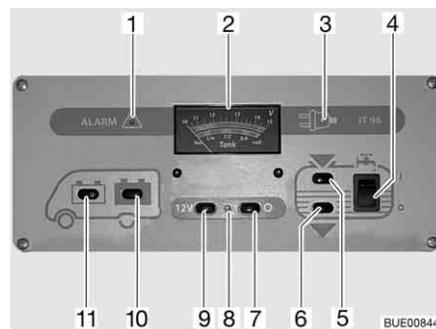

Fig. 161 Panel IT 96-2
El interruptor principal de 12 V (Fig. 161,7 y 9) conecta y desconecta el panel y la alimentación de 12 V del habitáculo.
**Conectar:** ■ Pulsar el interruptor (Fig. 161,9) "12 V": La alimentación de 12 V del habitáculo está conectada. La luz de control (Fig. 161,8) se enciende de color verde.
**Desconectar:** ■ Pulsar el interruptor (Fig. 161,7) "O": La alimentación de 12 V del habitáculo está desconectada. La luz de control (Fig. 161,8) se apaga.
Observar la escala superior del instrumento indicador V/depósito (Fig. 161,2). El instrumento indicador se ilumina automáticamente al accionar el interruptor.
- Pulsar el interruptor (Fig. 161,11) "": Indica la tensión de la batería del motor de arranque.
- Pulsar el interruptor (Fig. 161,10) "": Indica la tensión de la batería del habitáculo.
Observar la escala inferior del instrumento indicador V/depósito (Fig. 161,2). El instrumento indicador se ilumina automáticamente al accionar el interruptor.
- Pulsar el interruptor (Fig. 161,5) "": Indica la cantidad de agua.
- Pulsar el interruptor (Fig. 161,6) "": Indica la cantidad de aguas residuales.
- Pulsar el interruptor basculante (Fig. 161,4) por arriba "I": El suministro de agua está conectado.
- Pulsar el interruptor basculante (Fig. 161,4) por abajo "O": El suministro de agua está desconectado.
La luz roja de "ALARMA" (Fig. 161,1) parpadea en cuanto la tensión de la batería del habitáculo baja de 11 V (medición durante el servicio) y hay peligro de descarga completa.
Se enciende la luz de control de 12 V (Fig. 161,8) cuando se conecta el interruptor principal de 12 V (Fig. 161,9).
Se enciende la luz de control de 230 V (Fig. 161,3) amarilla cuando hay tensión de red en la entrada del bloque eléctrico.